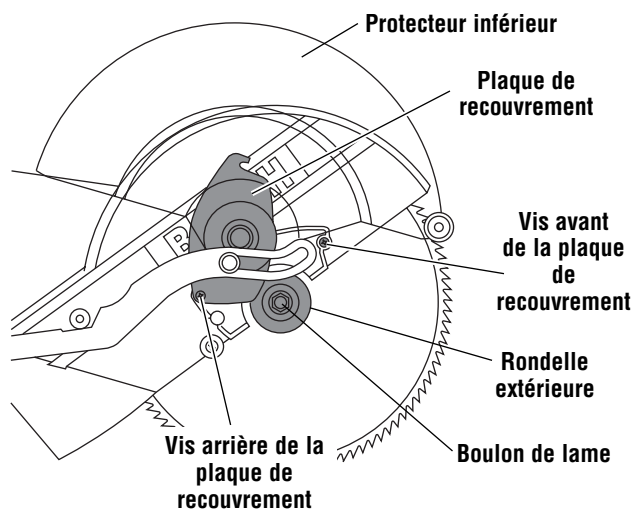

Figure 1. Dépose de la lame
3. Soulevez le capot inférieur et la plaque de recouvrement de manière à pouvoir accéder au boulon de lame (Figure 1).